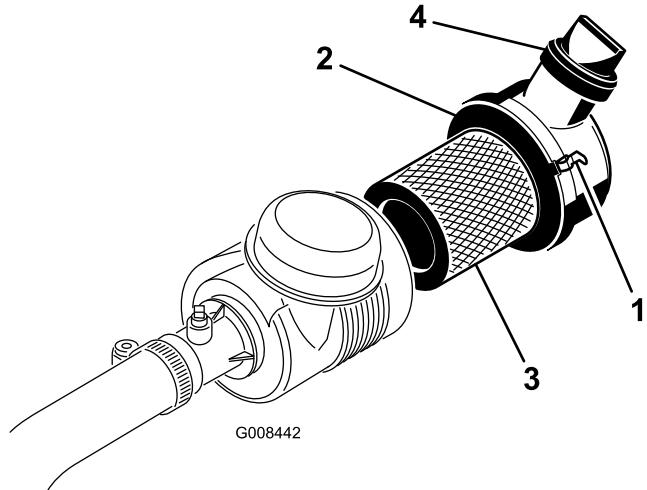

Figure 37
- Desserrez les fixations qui maintiennent le couvercle sur le corps du filtre à air (Figure 37).
- Reposez et verrouillez le couvercle (Figure 37).